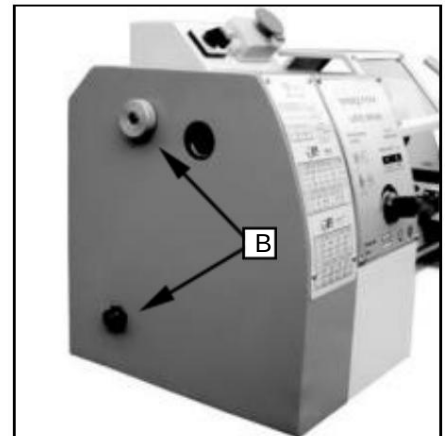

Fig. 15
1. Skruva loss de två fästskruvarna (B, Fig.15) och ta bort skyddsskåpan.